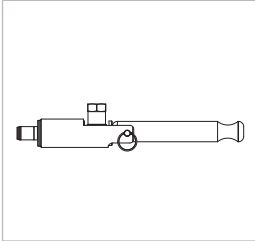

Abbildung 2
- ▶ Bringen Sie den Spannhebel (Pos. 2) in die gerade Ausgangsposition (*Abbildung 2*).